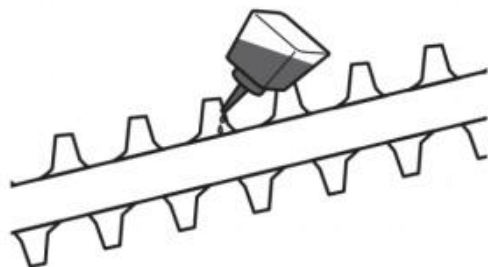

Fig. 76
2. Lubrique la cuchilla de corte (D3) después de cada uso para prolongar la vida útil de la cuchilla y del producto. Aplique aceite lubricante ligero a lo largo del borde de la cuchilla de corte (Fig. 76).